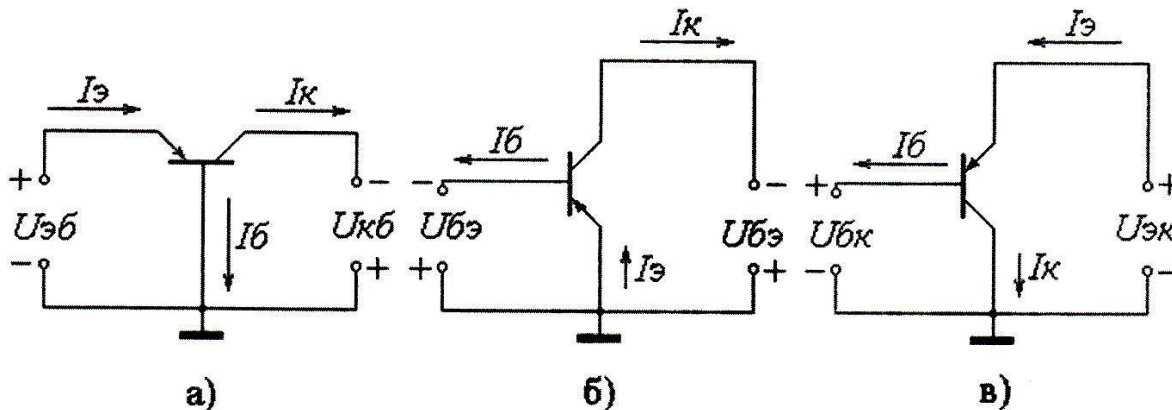

Рисунок 3 -Схемы включения транзистора, (а) с общей базой (ОБ); (б) с общим эмиттером (ОЭ); (в) с общим коллектором (ОК)
- с общей базой (ОБ) (рис. 3, а);
- с общим эмиттером (ОЭ) (рис. 3, б);
- с общим коллектором (ОК) (рис. 3, в).